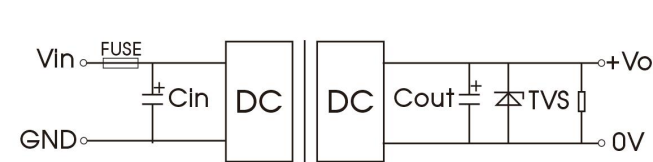

图 1
- (1)产品测试及应用时, 请按照(图 1)推荐的测试电路进行; 至少保障外接一个电解电容 C_{in} ($\geq 220\mu F$), 用于抑制输入端可能产生的浪涌电压。
- (2)如果产品输入端并联瞬变能量较大的电路(如并联电机驱动电路), 或会导致产品输入电压被拉低, 此时关注产品输入电压的波动, 建议适当增大输入端电解电容 C_{in} 的容值, 以保障输入端电压稳定, 避免输入电压低于欠压保护点导致产品重复启动的情况。
- (3)如果产品输出端为感性负载时(如继电器、电机), 建议在容性负载规格内增大输出电容 C_{out} 容值, 并增加 TVS 管, 用以滤除电压尖峰。
- (4)如需进一步减少输入输出纹波, 可适当加大外接电容 C_{in} 、 C_{out} 容值或选用串联等效阻抗值小的外接电容, 外接电容 C_{out} 容值不能大于产品的最大容性负载。